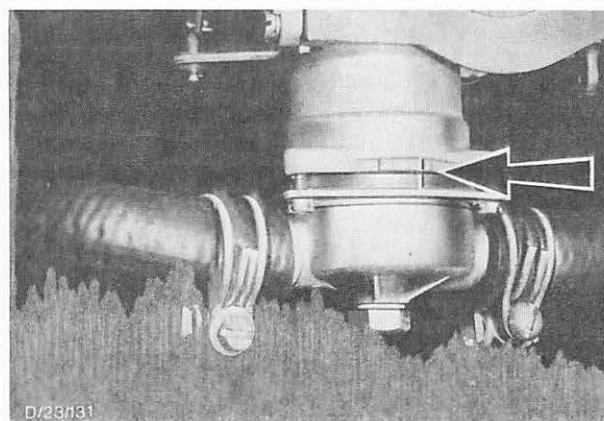

Abb. 142 Strichmarkierungen zum Ausrichten des Wassergehäuses in Deckung bringen
8. Abschirmscheibe in das Startautomatikgehäuse einsetzen, Wassergehäuse kompl. ansetzen und Thermofeder auf den Stift am Mitnehmerhebel einhängen. 3 Befestigungsschrauben lose eindrehen, Strichmarkierungen zur Deckung bringen und Gehäuse-Schrauben festziehen. Abb. 142.